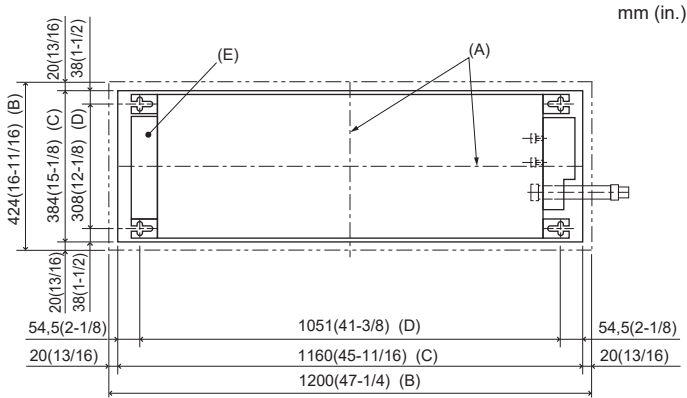

Fig. 3-2
3.2. Ouvertures dans le plafond et emplacement des boulons de suspension (Fig. 3-2)